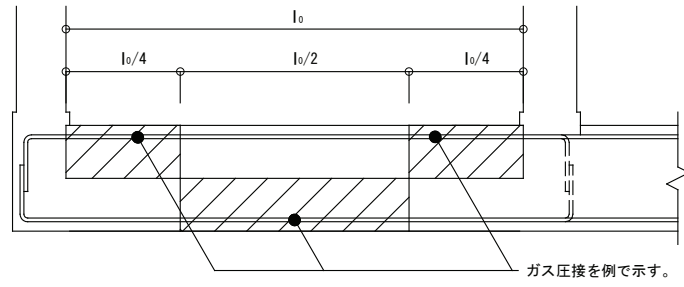

図6.4 主筋の継手、定着及び余長（その3）
(4) 連続基礎及びべた基礎の場合の主筋の継手、定着及び余長は、図6.4による。